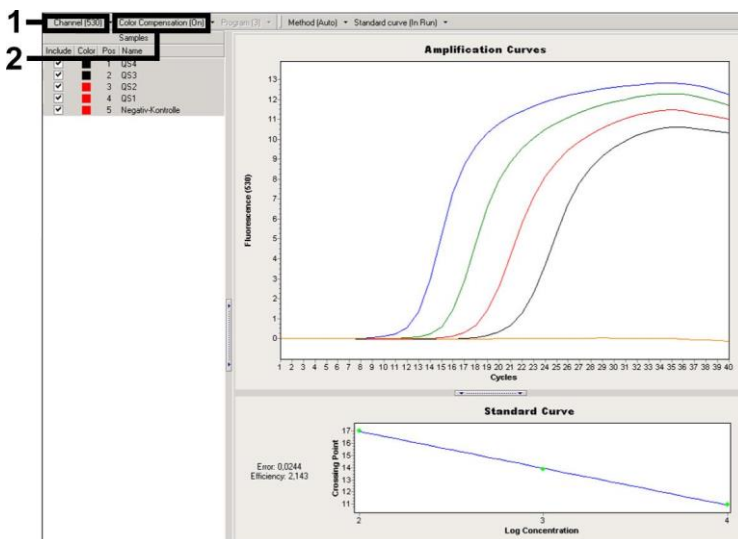

Fig. 16: Aktivering av *fargekompensasjonsfilen* og valg av fluorescenskanalen.
For å analysere PCR-data går du frem på følgende måte (se Fig. 16):
- *LightCycler* programvareversjon 4.0 inneholder en fil kalt *Color Compensation File* (fargekompensasjonsfil), som kompenserer for interferenser mellom fluorescenskanaler ved flerfargeanalyser. Åpne denne filen under eller etter PCR-kjøringen ved å aktivere *Color Comp (On/Off)* (fargekompensasjon (på/av)) og deretter knappen *Select Color Compensation* (velg fargekompensasjon) (se Fig. 16). Hvis det ikke er installert en *Color Compensation File* (fargekompensasjonsfil), genererer du filen i henhold til instruksjonene i *LightCycler Operator's Manual*.